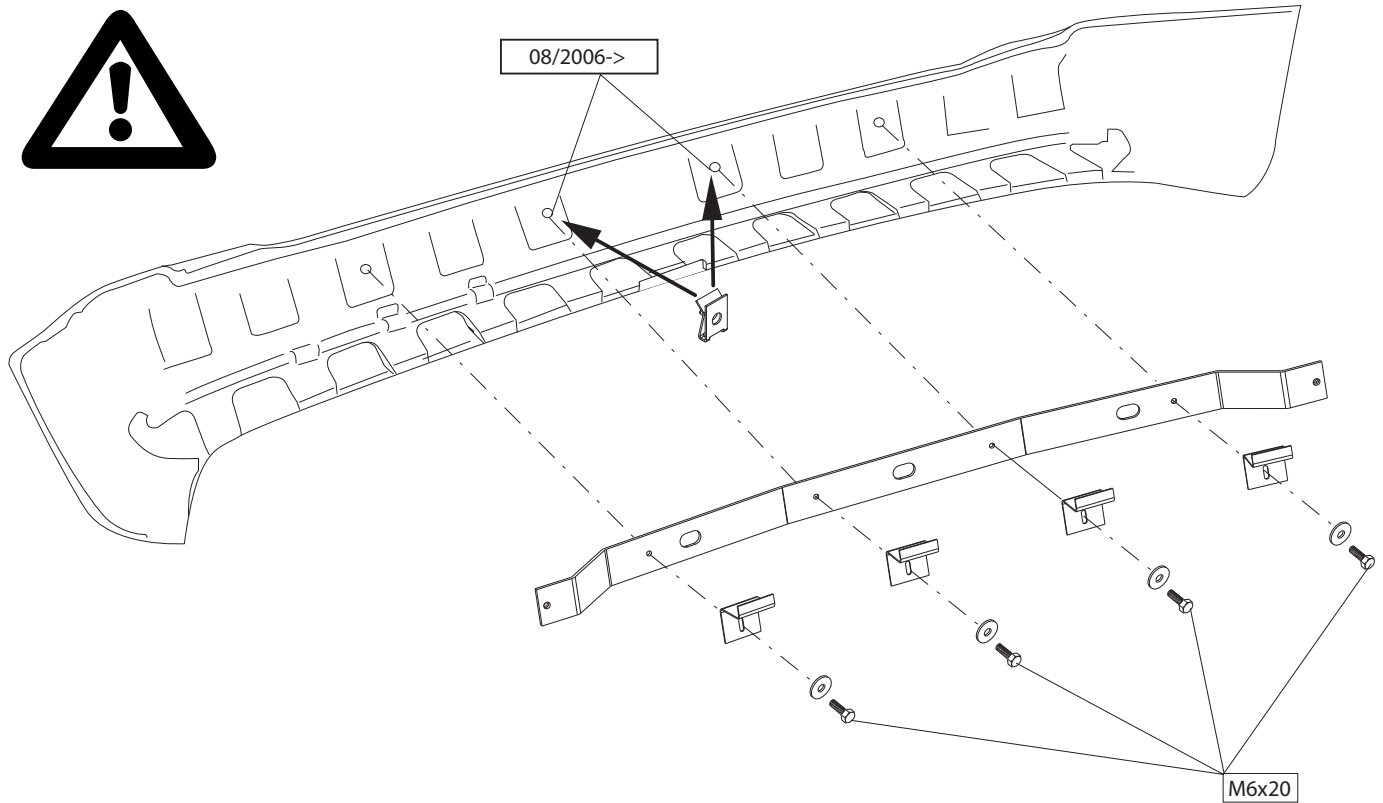

Fig. 3
7. "Fissare i supporti interni del paraurti all'organo di traino. (Vedere Fig. 3).
6. Zamontować dostarczony zderzak wewnętrzny do haka. (rys.3).